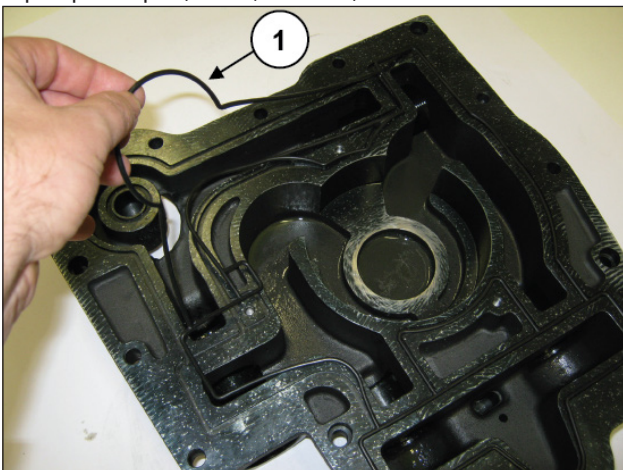

Abb. 151
Setzen Sie die O-Ring-Formdichtung in ihren Sitz im Ölpumpenkörper (Pos. ①, Abb. 151).